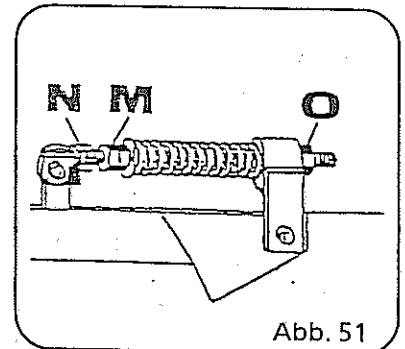

Abb. 51
Kontrolle: Die Keilriemen haben immer die richtige Vorspannung, wenn sie von Hand ca. 1 cm durchgedrückt werden können. Falls nötig wird die Keilriemenspannung über die Muttern (Abb. 51, Pos. M) korrigiert.
- Muttern (Abb. 51, Pos. M) in Pos. N bringen